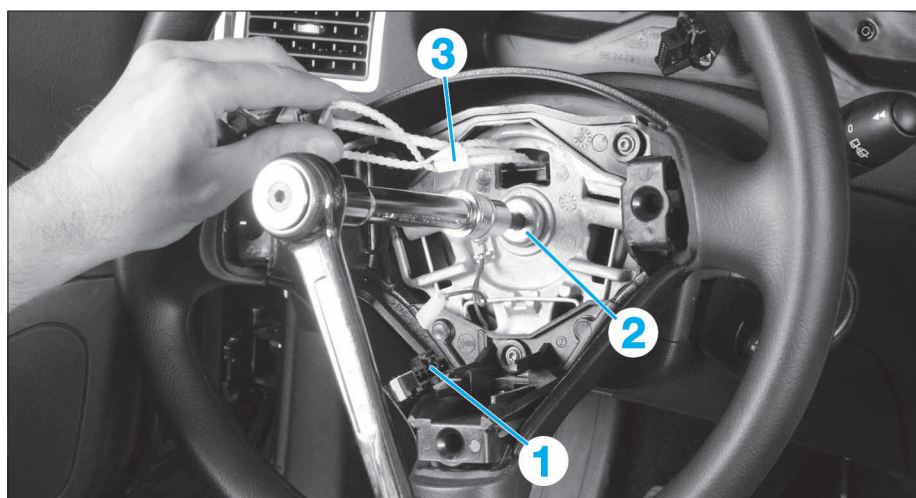

FIG. 1
- Débrancher le connecteur (1) de l'avertisseur sonore (Fig.1)
- Desserrer la vis (2) de fixation du volant de quelques filets.
- la vis (2)